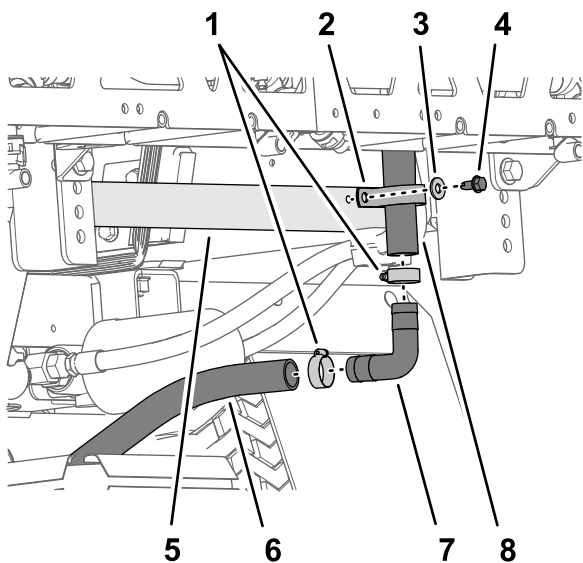

Рисунок 41
1. На нижнем конце верхнего перепускного шланга снимите болт с фланцевой головкой (5/16 x 3/4 дюйма), шайбу (5/16 дюйма) и R-образный хомут, который крепит верхний перепускной шланг к задней посадочной плите машины (Рисунок 40 и Рисунок 41).
- Снимите два шланговых хомута, которые крепят верхний перепускной шланг и нижний перепускной шланг к прямоугольному штуцеру типа «елочка» (Рисунок 41).
- Отсоедините прямоугольный штуцер типа «елочка» от шлангов (Рисунок 41).